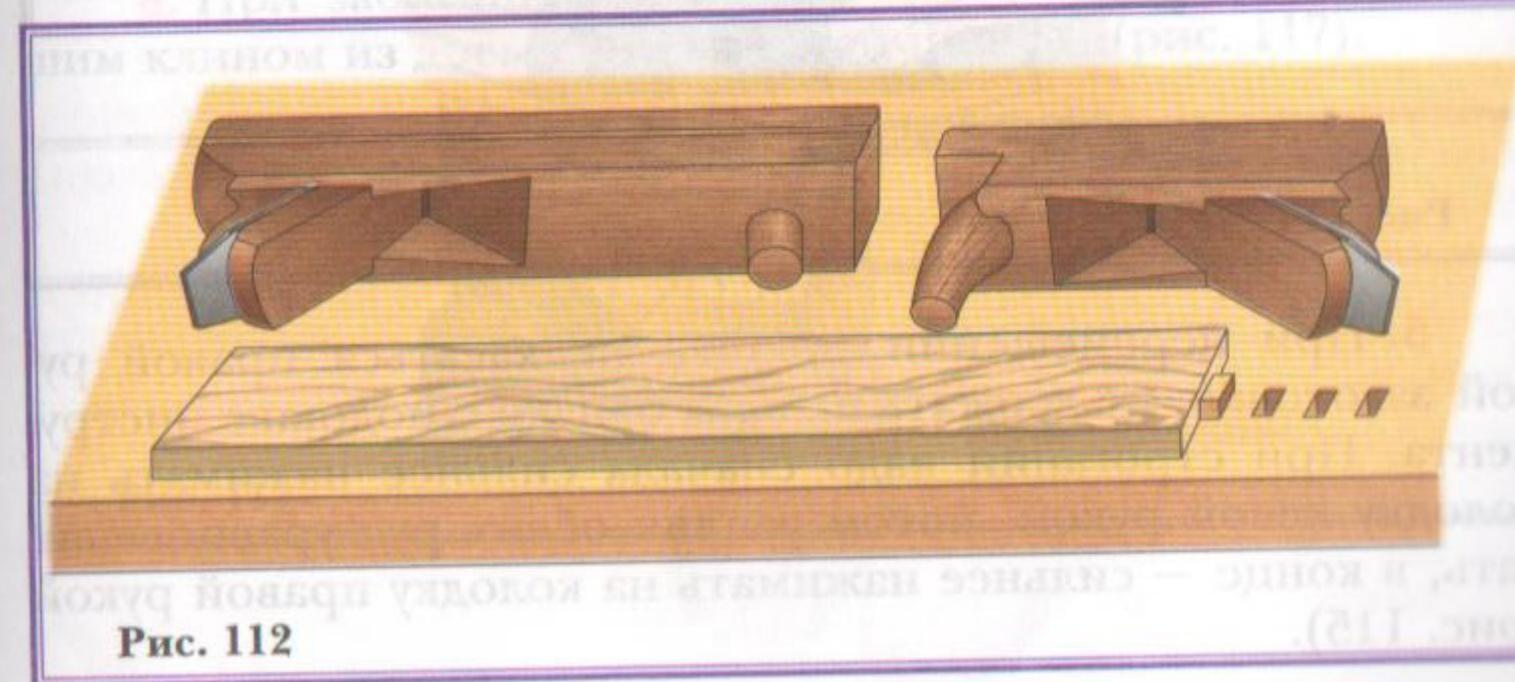

Рис. 112
1. На рабочем месте строгальные инструменты надо класть в лоток на бок, ножами от себя (рис. 112).